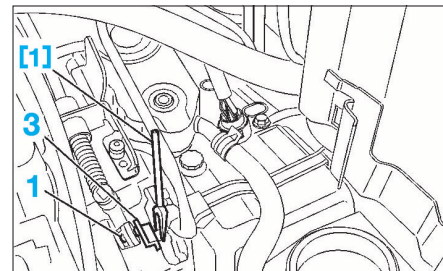

FIG. 22
- Mettre une butée sous le levier de sélection (3) (ex. outil [1]) pour clipper la rotule (1) (Fig.22).